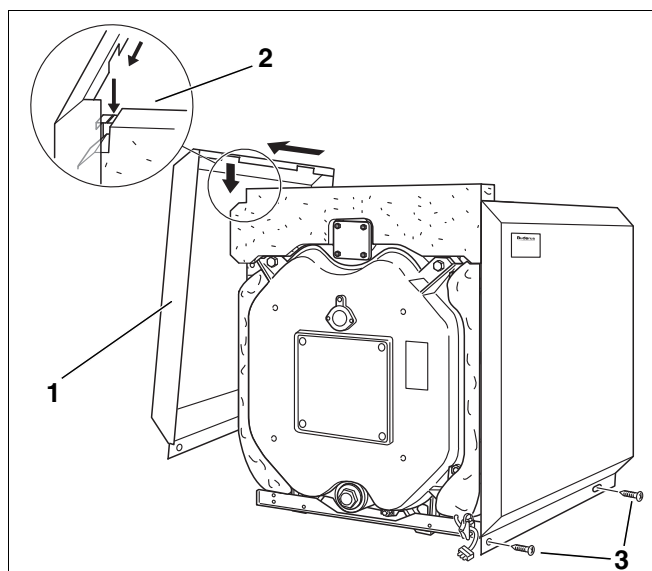

Fig. 35 Montaggio – Pannelli laterali
- Agganciare il pannello laterale (fig. 35, [1]) con i ritagli nelle feritoie delle traverse superiori (fig. 35, [2]) e spingerlo avanti fino all'arresto (vedi frecce in fig. 35).
- Avvitare i pannelli laterali in basso, ognuno con due viti autofilettanti, alla traversa inferiore (fig. 35, [3]).